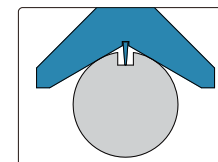

fig.2
---Estendere la punta nella sede della chiavetta, regolare opportunamente in modo che il telaio a forma di V si adatti completamente al bordo cilindrico (fig. 2), ruotare leggermente il pezzo da lavorare per trovare il valore massimo della lettura del misuratore; il valore massimo è la profondità della sede della chiavetta